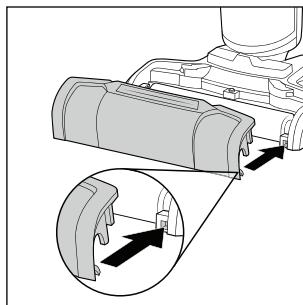

Fig. 41
- ◆ Vuelva a montar la protección antisalpicaduras **7**; para ello, primero debe alinearse con las fijaciones del pie del aparato **3** (consulte la fig. 41).